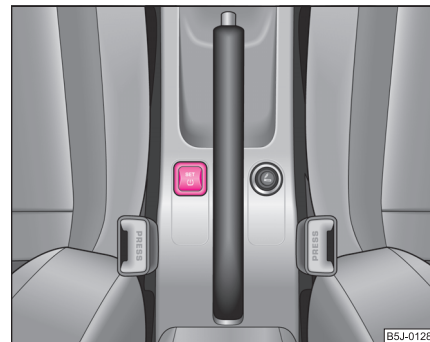

Fig. 147 Tastă pentru reglarea presiunii din pneuri
- Apăsați tasta **SET** (L) ⇒ pagina 183, fig. 147 până la emiterea tonului de confirmare a memorării noilor valori. Atâta timp cât este menținută apăsată tasta **SET** (L), în tabloul de instrumente se aprinde lampa de control (L).